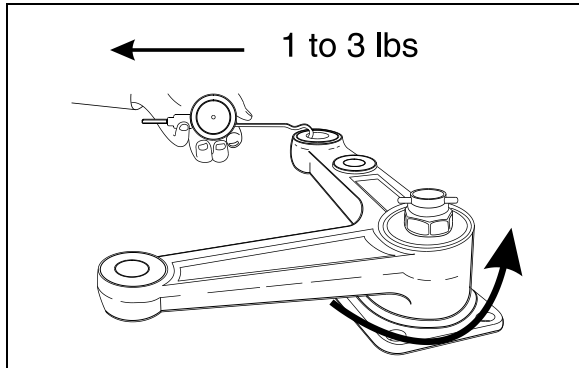

FIGURE 16: LEVIER COUDÉ
11. Dévisser l'écrou jusqu'à ce que le levier coudé ou le bras de renvoi commence à tourner avec l'application d'une force 1 à 3 lb comme illustré à Figure 16.